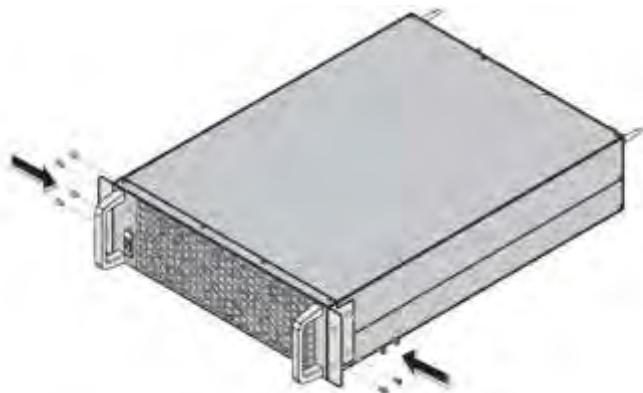

Рисунок 5-45: Установка двух кронштейнов
- 3) Используйте 8 винтов M4 для крепления 2 кронштейнов с обеих сторон силового модуля. См. **Рисунок 5-45**.